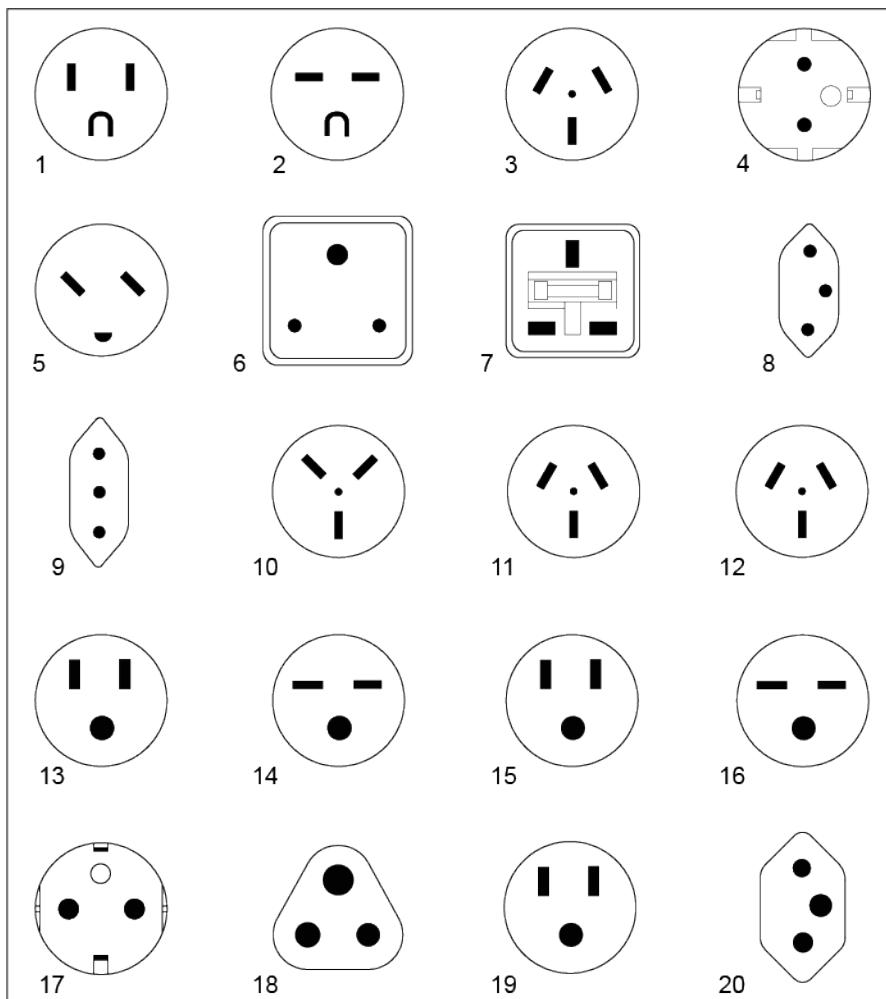

Figura 24. Tipi di recipienti
Tabella 26 a pagina 39 elenca il numero parte del cavo di alimentazione, il codice dispositivo, il paese o la regione in cui viene utilizzato il cavo di alimentazione e il riferimento standard della spina. L'ultima colonna nella tabella contiene un numero di indice che è possibile associare a un tipo di presa specifico in Figura 24 a pagina 44.
| Descrizione, codice funzione (FC) e numero parte (P/N) | Riferimento standard spina | Paese o regione | Numero indice in Figura 24 a pagina 44 |
Figura 24 a pagina 44 mostra le spine utilizzate dai cavi di alimentazione in Tabella 26 a pagina 39. Associare il numero di indice che si trova accanto a ciascun plug al numero di indice nella tabella.